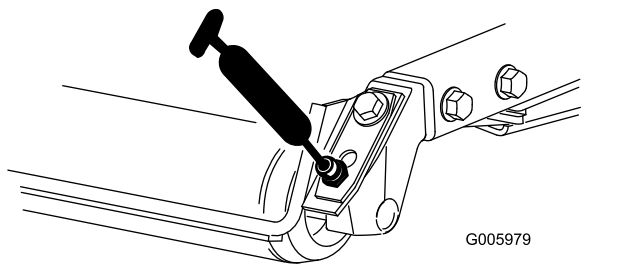

Figura 27
- Rolamentos do cilindro traseiro (2 por cada unidade de corte) (Figura 27)